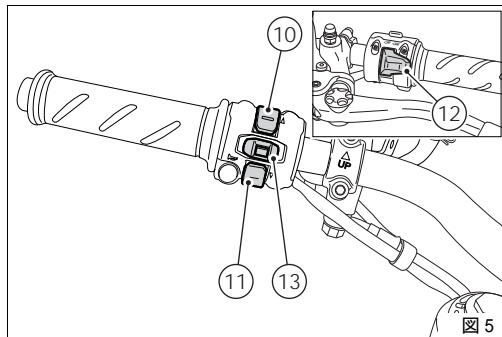

図 5
10) コントロールボタン (図 5)
11) コントロールボタン (図 5)
12) フラッシャーランプボタン (図 5)
13) ターンインジケーター解除ボタン (図 5)
この機能が表示されている時にボタン (13、図 5) を 3 秒間